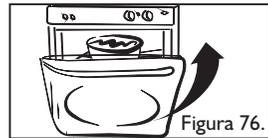

Figura 76.
- Para hornos el gratinado deberá realizarse con la puerta entre abierta, en la posición definida por el enclavamiento existente antes del cierre total de la puerta (Ver figura 76). En el caso de estufas la operación de gratinado debe realizarse con la puerta cerrada.